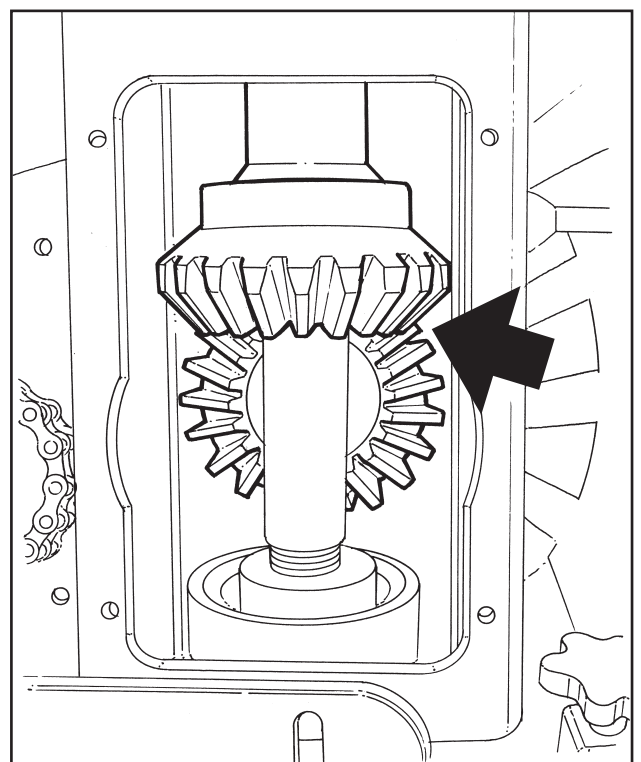

Fig. 1
- Quite el tornillo central del distribuidor (C).
- Extraiga verticalmente el distribuidor de plantas (D) con la ayuda de una segunda persona.
- Quite los mandos de apertura del vaso (E) y (F), retirando los dos tornillos (G) y el tornillo (H).
- Quite el cárter (I). A continuación controle la integridad del par cónico (Fig. 1) que no presente daños en los dientes, eventualmente:
- Quite la tuerca (A).
- Quite los cuatro tornillos (L).
- Accione el hexágono (B) desenroscándolo completamente hasta permitir la salida del eje (M).